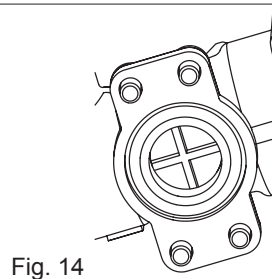
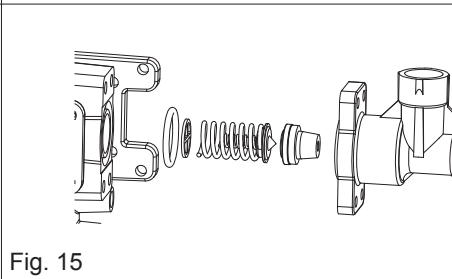

Fig. 14
Fig. 15
- Inserire la valvola e la molla grande facendo attenzione al verso di inserimento (fig. 15) e assicurarsi che il disco forato guida molla sia bene in posizione (fig. 14)